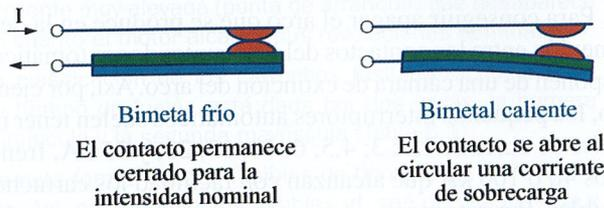

Figura 5.25. Relé térmico.
**Relé térmico** (Figura 5.25): se encarga de la protección de las sobrecargas. La corriente se hace pasar por un elemento bimetálico similar al de un termostato. Cuando la intensidad se eleva a valores considerados de sobrecarga, la lámina bimetálica se calienta por efecto Joule, por lo que se deforma y actúa sobre el sistema de apertura del interruptor.